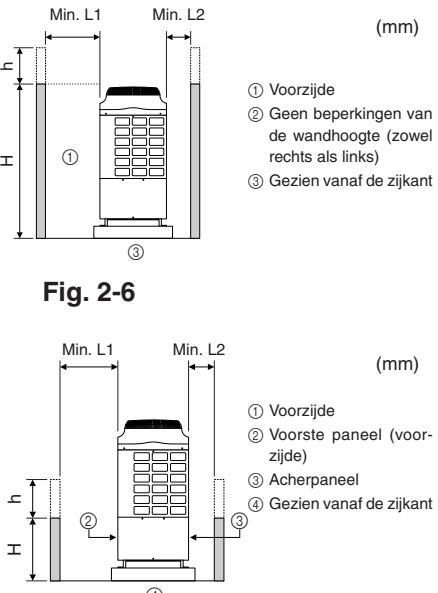

Fig. 2-7
(4) Wanneer rondom het apparaat wanden zijn aangebracht (Fig. 2-7)